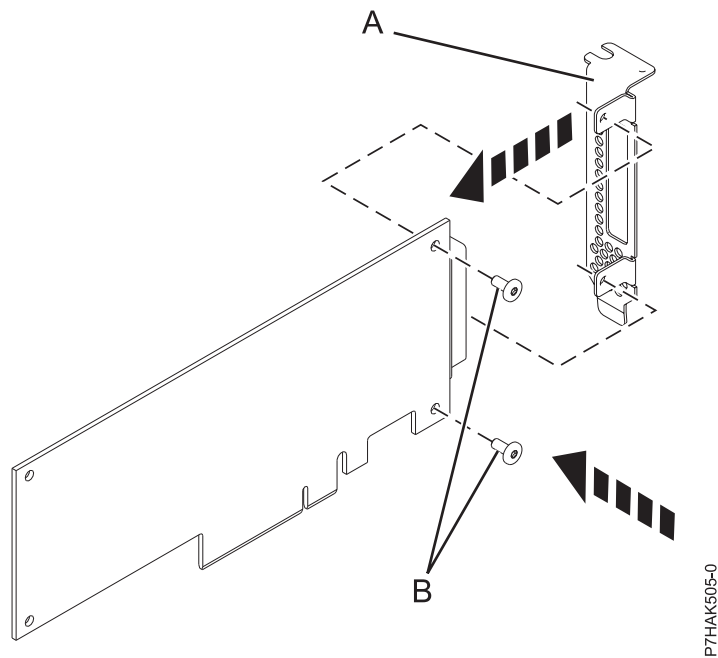

Figure 52. Fixation de la contre-poupée extra-plate à une carte PCIe
14. A l'aide d'un tournevis cruciforme et des deux vis de fixation (B), fixez la contre-poupée (A) de la carte PCIe défectueuse à la nouvelle carte PCIe, comme illustré dans la figure 52, à la page 54.